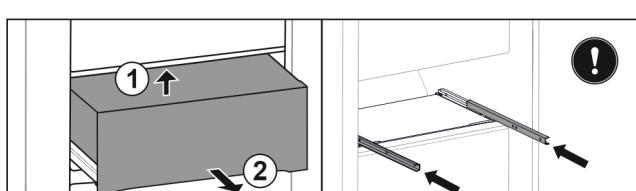

Fig. 148
- Повдигнете чекмеджето отдолу отзад. Fig. 148 (1)
- Извадете чекмеджето напред. Fig. 148 (2)